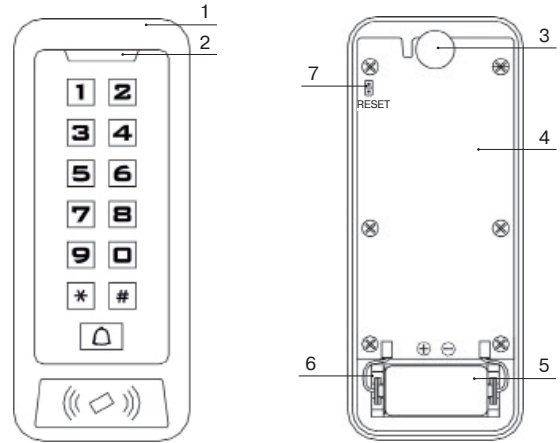
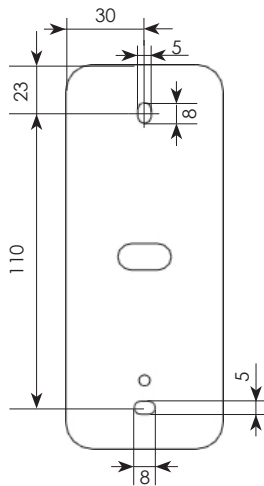

Рисунок 1
Рисунок 2
Клавиатура состоит из следующих элементов (рисунок 1): лицевая панель (1) с установленной в ней печатной платой (4), основание (рис. 2). Индикатор (2) выведен на лицевую панель и может включаться или выключаться в соответствии с командой, принятой от хаба.
6.5 При успешном подключении к хабу, на клавиатуре включится индикатор красным цветом на 2 секунды, затем вы сможете увидеть клавиатуру в приложении, а также все данные о ней. Время режима «Связывание» ограничено 100 секундами. Для возобновления режима «Связывание» необходимо кратковременно замкнуть отверткой контакты «RESET» (поз.7, рис.1).
Для определения возможности использования клавиатуры в выбранном месте необходимо нажать клавишу Δ, после этого клавиатура отобразит качество радиосвязи с хабом на индикаторе (поз.2, рис.1) в соответствии с таблицей 4.